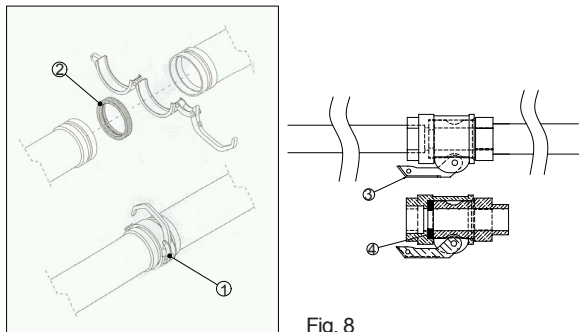

Fig. 8
Tienda los tubos de salida de material desde la máquina hasta el punto al cual se desea transportar el producto, evitando codos cerrados y estrangulamientos, sobre todo si se usan tubos de goma. Apriete completamente los racores Victaulic (fig. 8, ref. 1) y las conexiones de levas (fig. 8, ref. 2) tras colocar correctamente las juntas (fig. 8, ref. 3-4).